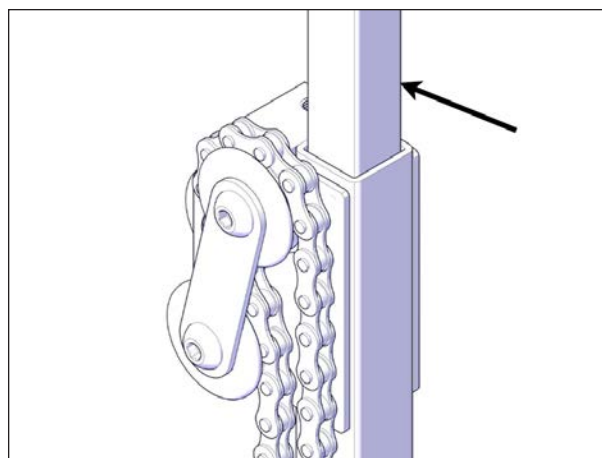

FIGURE 74: COMPOSANTS MOBILES À GRAISSER
7. Vaporiser de la graisse sur toutes les parties coulissantes et sur les composants mécaniques des quatre vérins, voir Figure 74.